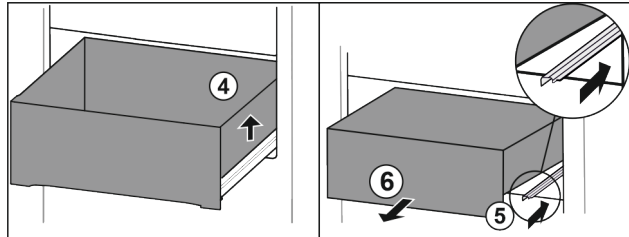

Fig. 93
- Nosta vetolaatikkoa oikealta. Fig. 93 (4)
- Työnnä oikea kisko paikalleen. Fig. 93 (5)
- Poista vetolaatikko vetämällä sitä eteenpäin. Fig. 93 (6)